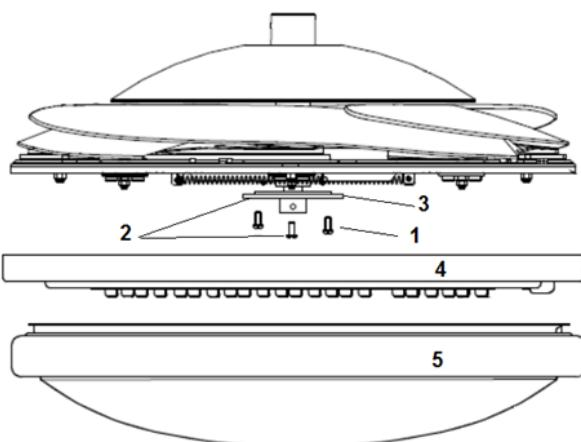

Fig. 6
- 1) Lösen Sie die Schraube (1) von der Basis der Deckenhalterung (3). Richten Sie die zwei Schlitzschrauben (2) auf die Slitze an der Lampenbasis (4) aus. Abb. 6
- 5) Installieren Sie abschließend die Lampe in der Lampenbasis, indem Sie diese im Uhrzeigersinn drehen. (5 – Abb. 6).